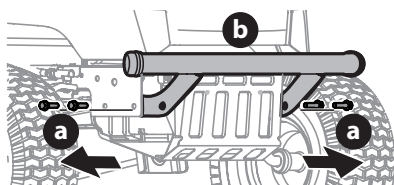

Figura 56
1. Retire los cuatro tornillos hexagonales (a) que fijan el paragolpes delantero (Figura 56).
2. Ahora se puede retirar el paragolpes delantero (b) (Figura 56).